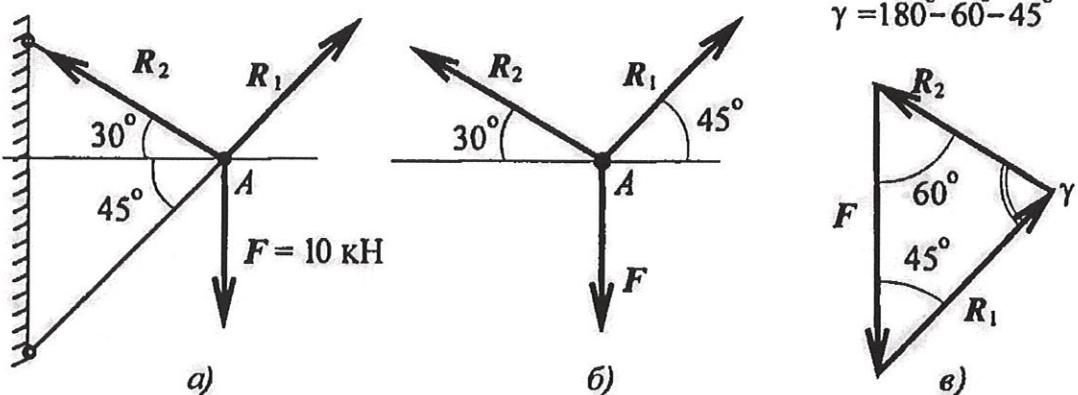

Рис. 2.5
2. Освободим точку A от связей, заменив действие связей их реакциями (рис. 2.5б).
Пересекаясь, линии создадут треугольник (рис. 2.5в). Зная масштаб построений и измерив длину сторон треугольника, можно определить величину реакций в стержнях.